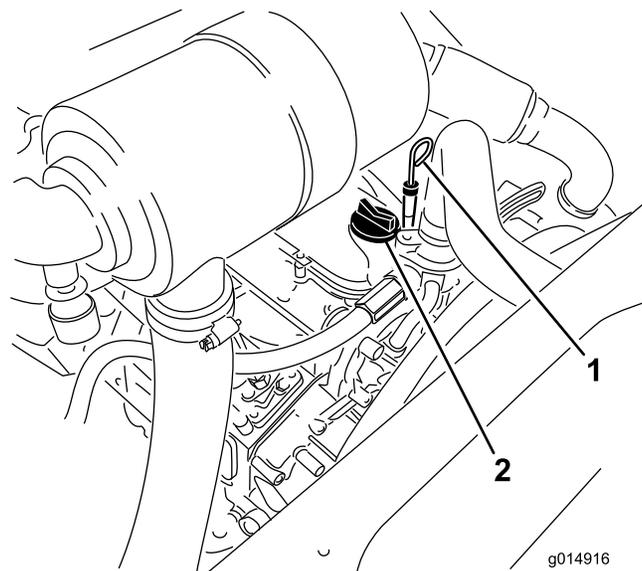

Bild 26
3. Nehmen Sie den Peilstab heraus und wischen Sie ihn ab. Stecken Sie ihn dann ein (Bild 26).
5. Wenn der Ölstand unter der VOLL-Markierung liegt, nehmen Sie den Fülldeckel ab (Bild 26) und gießen Sie genug Öl ein, um den Ölstand bis zur VOLL-Markierung anzuheben.